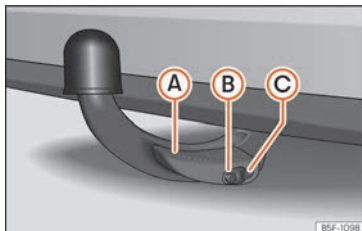

Fig. 256 Gancho de reboque fixado corretamente
- A alavanca (A) está acima »» Fig. 256.
- A parte vermelha e verde do perno de desbloqueio (B) está completamente visível »» Fig. 256.
- A tampa (C) encontra-se sobre a fechadura »» Fig. 256.
- Ao libertar o gancho de reboque, para evitar trilhar os dedos, recomenda-se manter as mãos retiradas da alavanca (A) »» Fig. 256.